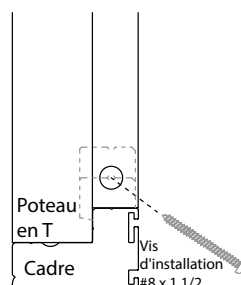

Fig. 7.3
- Avec le bas du poteau en T dans la position désirée, enfoncez une vis d'installation #8 x 1 1/2" horizontalement à travers le trou pré-perçé dans l'extrémité du poteau en T. (Voir Fig. 7.3)
- La vis passe alors entre les deux (2) blocs de poteau en T, ce qui verrouille le poteau en T en position.